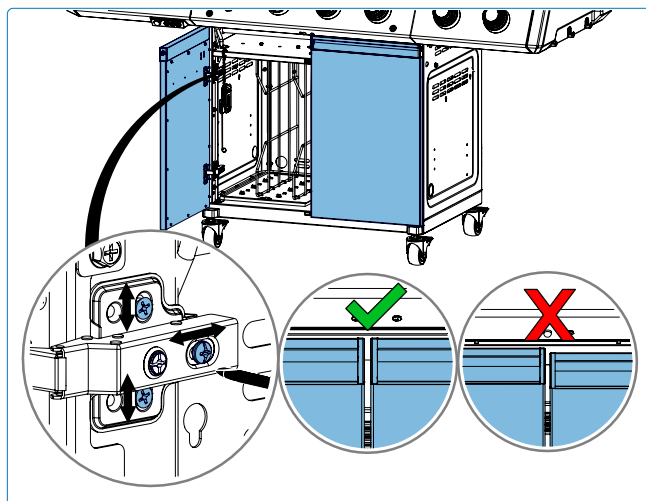

Fig. 17
4. Ajustez les vis des charnières pour aligner les portes du meuble afin qu'elles soient au même niveau (**Fig.17**).